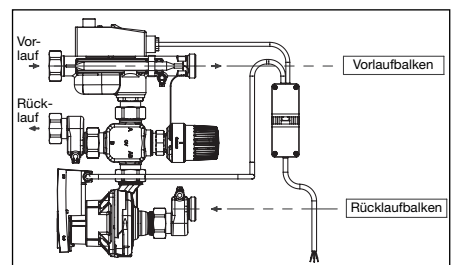

Abb. 6.2 Durchflussrichtung
- Der Vorlauf an der Regelstation liegt immer oben. Der Rücklauf an der Regelstation liegt immer unten. Dies ist in Verbindung mit der Montage der Verteilerbalken unbedingt zu beachten (s. Abb. 6.2)!